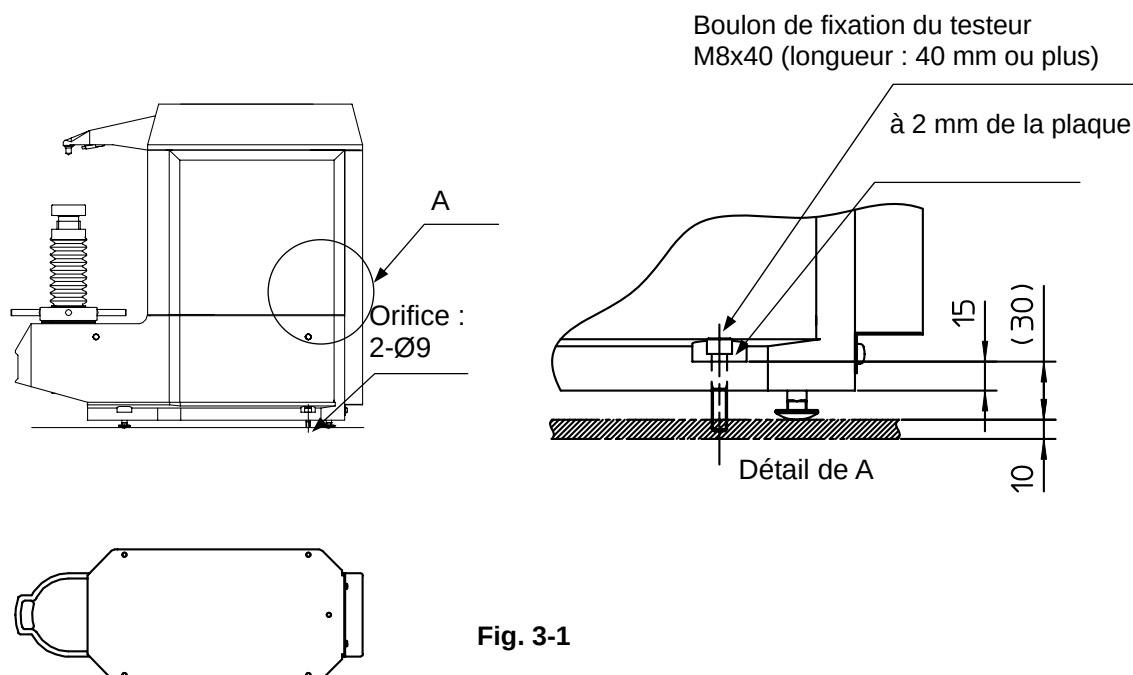

Fig. 3-1
1. Dans le cas où le testeur est fixé par des boulons par les orifices de $\varnothing 10$ en bas à l'arrière du testeur, dévissez les boulons de la position où les têtes sont à 2 mm de la plaque de fixation. (Fig. 3-1)